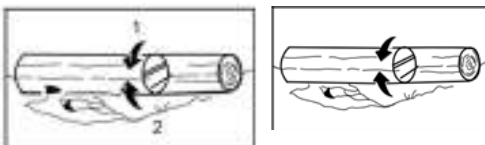

FIG. 6
- Primero corte desde arriba para 1/3 del tronco y luego desde abajo hacia arriba hasta que se haya alcanzado el corte anterior. (Fig.6).